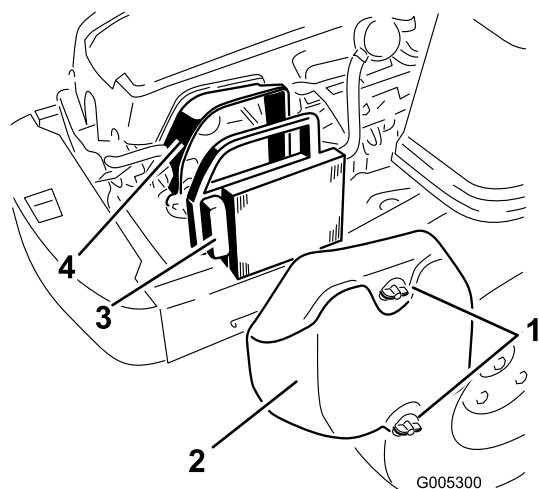

Figura 25
1. Togliete il coperchio del filtro dell'aria (Figura 25).
2. Rimuovete l'elemento del filtro dell'aria con la tenuta in gomma integrale (Figura 25).
5. Installate l'elemento del filtro dell'aria con il lato piegheggiato rivolto verso l'esterno e appoggiate la tenuta in gomma sui bordi della base del filtro dell'aria (Figura 25).
6. Rimontate il coperchio del filtro dell'aria e fissateli con le due manopole (Figura 25).